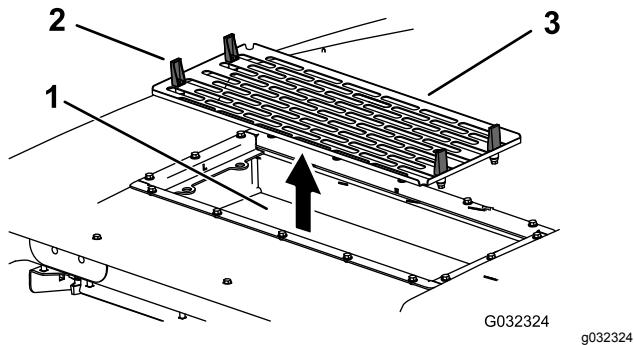

**Bild 148**
6. Bauen Sie Luftfilter, Gitter und Klimaanlage wieder ein (Bild 146, Bild 148 und Bild 149).
7. Schließen Sie das Kabel jedes Lüfters an (Bild 148).